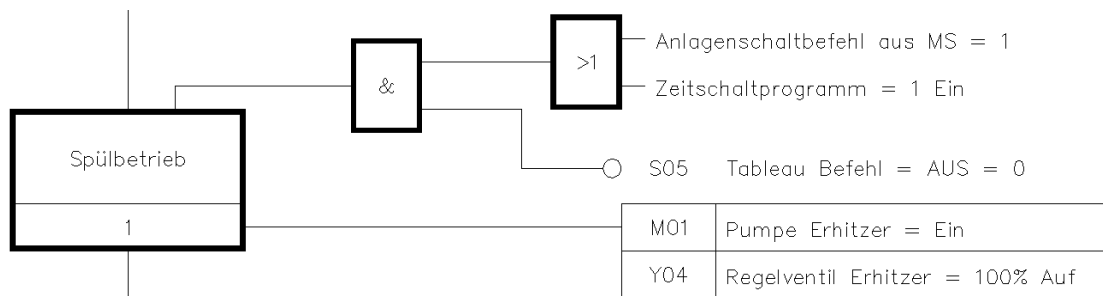

Bild 1.19 – Zustand *Spülbetrieb*: Nur die geänderten Aktionen sind noch zu beschreiben.
- Mit Hilfe von *Zustand Aktion* fügen Sie nun noch – wie gehabt – die beiden *Aktoren* ein, die diesen vom vorhergehenden Zustand unterscheiden: Es sind dies die *Pumpe M01* und das *Regelventil Y04* des Vorerhitzers (Abb. 1.19).